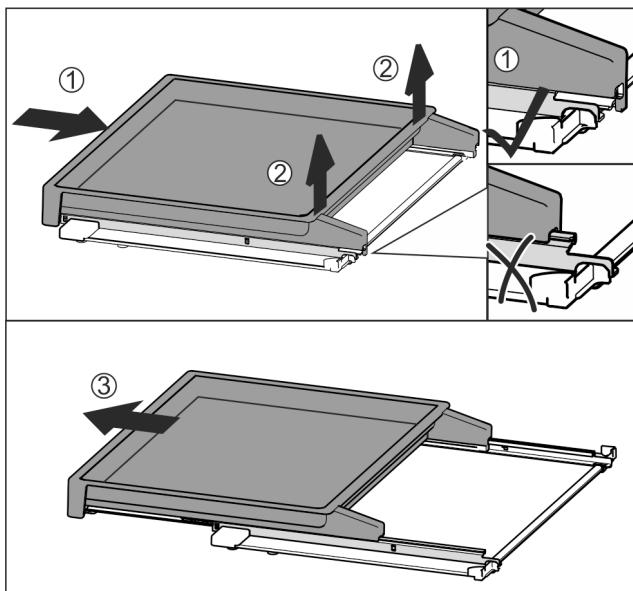

Fig. 96
- Úplne zasuňte vyťahovaciu poličku Fig. 96 (1).
- Uvoľnite západku na zadnej strane Fig. 96 (2).
- Vyberte vyťahovaciu poličku smerom dopredu Fig. 96 (3).